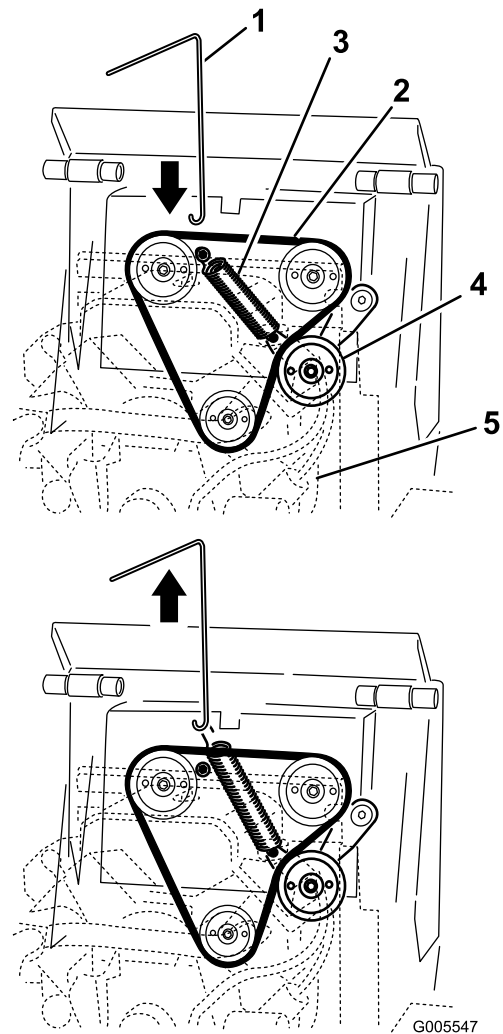

Figure 46
3. Accrochez le crochet de l'outil de dépose au crochet du ressort de la poulie de tension, et décrochez le ressort du goujon, comme illustré à la Figure 46.